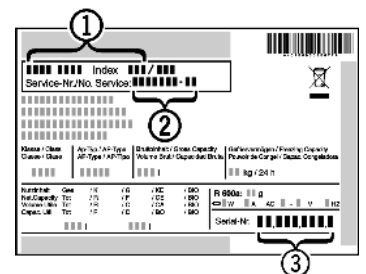

Fig. 18
- ▶ Z typového štítka vyčítajte označenie zariadenia Fig. 18 (1), servisné č. Fig. 18 (2) a sériové č. Fig. 18 (3). Typový štítok je na ľavej vnútornej strane zariadenia.